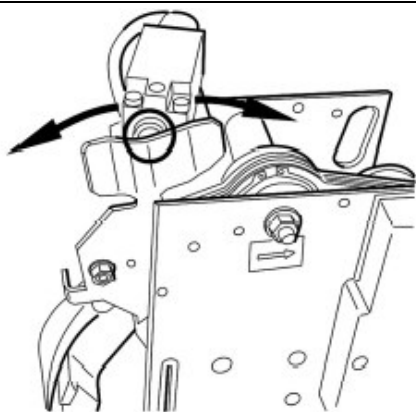

Рис. 2
- Пластина переключателя (7) ограничителя скорости снова должна быть переведена в свое нормальное самоблокирующееся положение. (Fig.2)